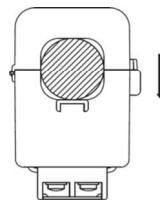

図2
- 2) コア分割面にゴミが付着していないことを確認後, 可動コアを閉じます(図 2)。ストップが確実にかかるまで可動コアを押し下げます。(可動コアの固定つめがストップにかかると, カチッと音がします。)